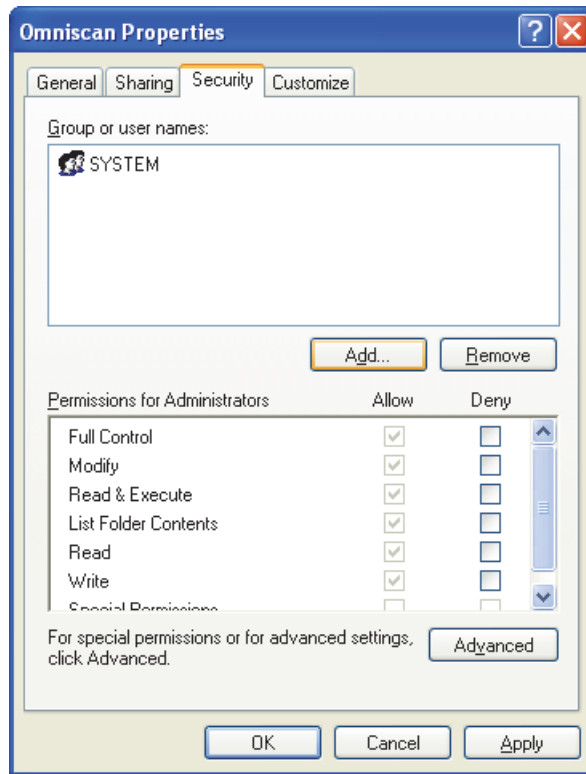

Figura 7-18 La scheda Protezione della finestra di dialogo Proprietà Omniscan con Windows XP
12. Nella finestra di dialogo **Proprietà Omniscan** (Omniscan Properties), cliccare la scheda **Protezioni** (Security), ed in seguito cliccare su **Aggiungi** (Add) [vedere Figura 7-18 a pagina 234].